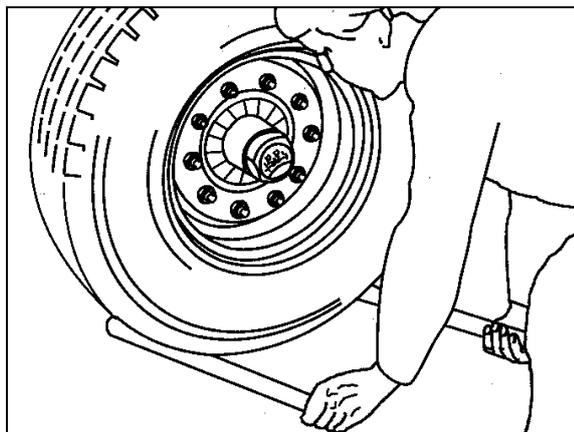

Fig. 135
1. Para comprobar el juego de los cojinetes de los bujes, levantar el eje hasta que los neumáticos queden libres (Fig. 135).